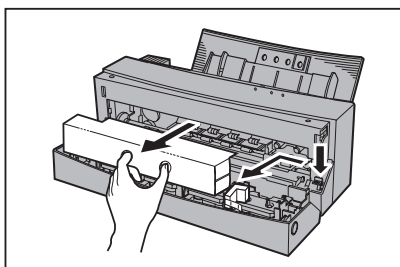

ABBILDUNG 3
3. Entfernen Sie das Pappstück, das sich auf der linken Seite vom Kassettenschlitten befindet. Danach drücken Sie den Freigabehebel, entfernen das Klebeband vom Metallrahmen, der das kleine weiße Schaumgummistück hält und entnehmen Sie dieses (Abb. 3).